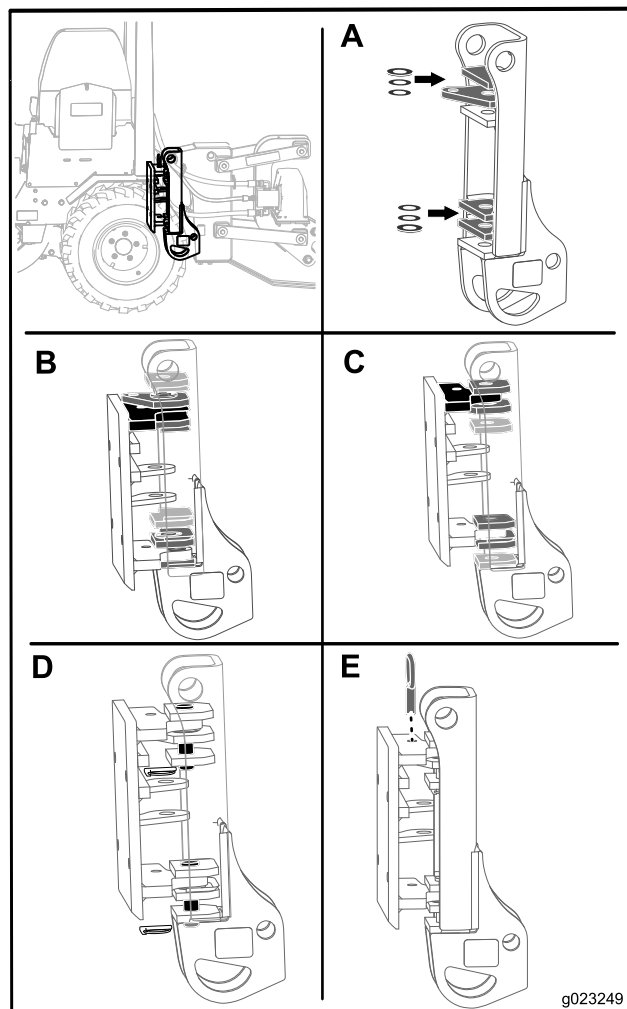

Figura 4
1. Coloque 1 arandela (1 pulgada) entre las placas 1 y 2, y entre las placas 4 y 5 del conjunto del arado, según se muestra en Figura 4, Casilla A.
- Si están instalados neumáticos de 23 pulgadas, coloque el conjunto de giro en la placa de enganche con el soporte superior entre las placas 2 y 3 del conjunto del arado, y el soporte inferior entre las placas 5 y 6 del conjunto del arado (Figura 4, Casilla B).
placa de enganche con el soporte superior entre las placas 1 y 2 del conjunto del arado, y el soporte inferior entre las placas 4 y 5 del conjunto del arado (Figura 4, Casilla C).
4. Inserte los dos pasadores de giro del arado por el taladro de las placas del conjunto del arado, y sujételos con los 2 pasadores de bloqueo (Figura 4, Casilla D).
5. Inserte el pasador de bloqueo de giro por el taladro de la placa de enganche y el taladro de la segunda placa del conjunto del arado (Figura 4, Casilla E).